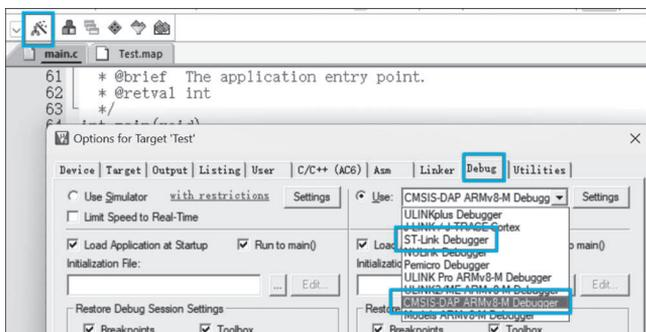

图 3.55 调试器选择
(2) 连接好开发板和计算机并保证开发板供电后, 在 MDK 中单击 Options for Target 按钮打开 Debug 标签页, 依据使用的调试器选择 CMSIS-DAP 调试器或者 ST-LINK 调试器, 如图 3.55 所示。